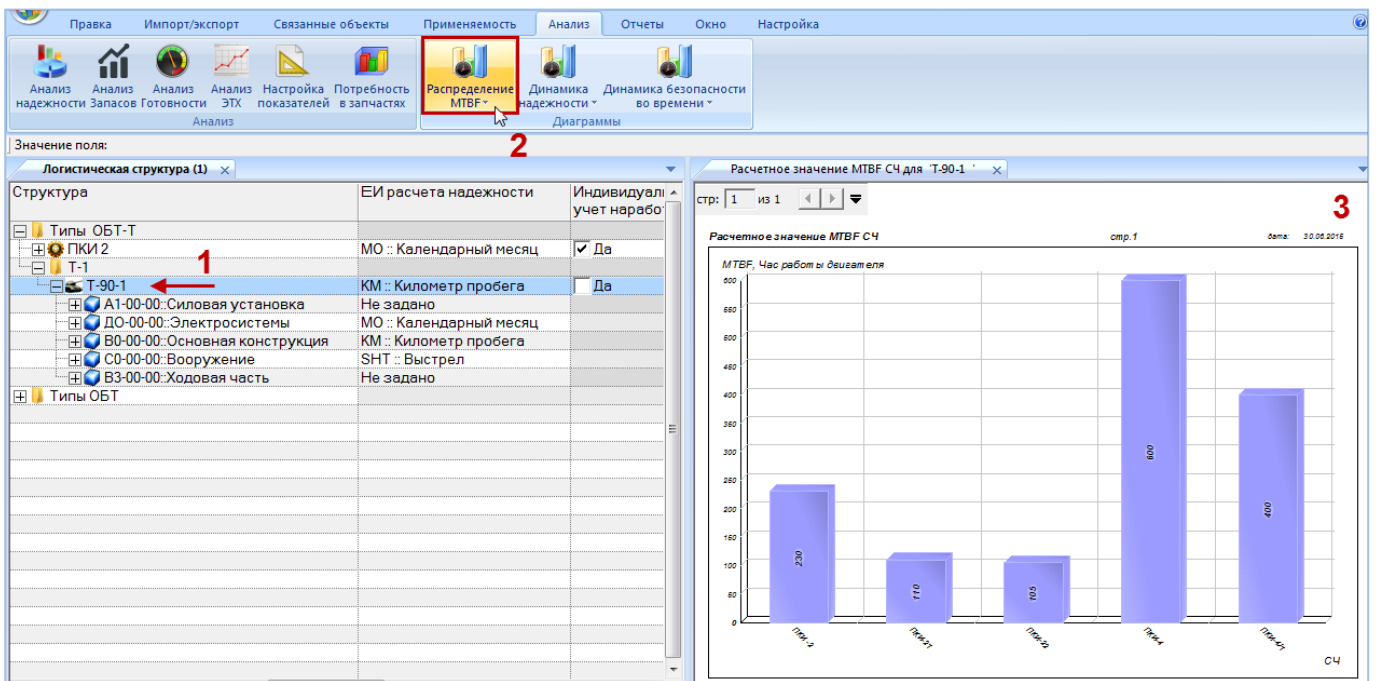

Рис. 29-17 – Построение диаграммы по надежности
4) В отдельном рабочем окне отображается диаграмма по расчетной наработке на отказ по компонентам для выбранного типа изделия (3 на рис. 29-17). Краткое описание инструментов панели «Файл» для диаграмм приведено в пункте 5.4.7 «Панель «Диаграммы»», стр. 64.